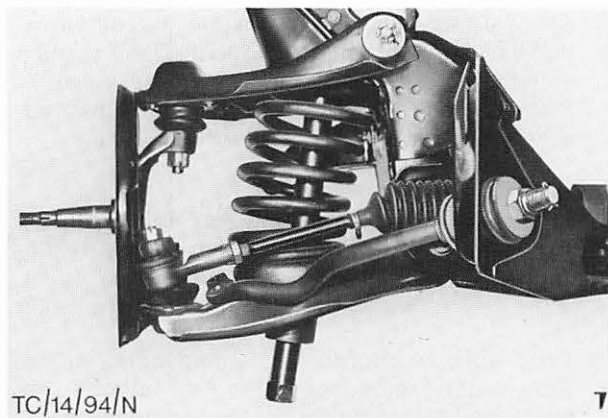

Abb. 15 Werkzeug 14-006 durch die Feder einsetzen
4. Muttern und Schrauben (2) – Zugstrebe am unteren Querlenker entfernen.
5. Spezialwerkzeug 14-006 durch Querlenker und Vorderfeder führen. Schraube der oberen Stoßdämpferlagerung durch Verbindungsträger und Werkzeug schieben, um dieses in Stellung zu halten. Abb. 15.